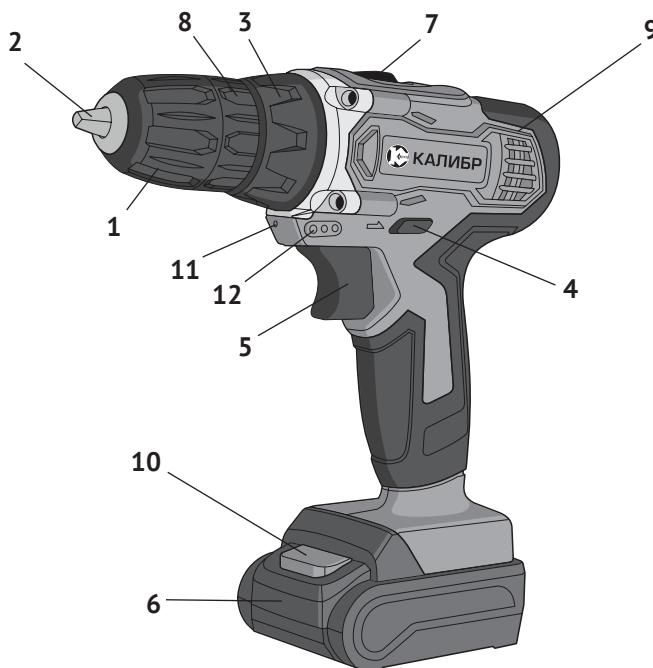

рис. 1
1.6 Общий вид дрели представлен на рис.1
1.7 Механизм дрели расположен в обрезиненном пластиковом корпусе (рис.1 поз.9), состоящем из двух частей: правой и левой. Он состоит из электродвигателя постоянного тока и редуктора с планетарным 2-х скоростным механизмом. В нижней части корпуса, выполненного в форме рукоятки, находится выключатель и разъём для присоединения аккумуляторной батареи.
1.8 Клавиша выключателя (рис.1 поз.5) расположена в передней части рукоятки. При нажатии на клавишу включается двигатель дрели. Усиление, приложенное к клавише, изменяет скорость вращения двигателя. При запуске двигателя автоматически включаются: светодиод (рис.1 поз.11), обеспечивающий локаль-
ную подсветку рабочей области и индикаторы (рис.1 поз.12), отображающие степень заряженности подключённой АБ.
Над клавишей выключателя находится переключатель реверса (рис.1 поз.4), пластинчатой конструкции. В нейтральном положении он выполняет функцию блокиратора клавиши от случайного включения. Стрелками на корпусе дрели, указывается направление вращения патрона.
1.10 В передней части корпуса расположено кольцо регулировки (рис.1 поз.3). Это кольцо фиксирует одну из 19-й, позиций предельного момента затяжки, при работе дрелью, как шуруповёртом, или переключает редуктор в режим сверления – символ «сверло».
**Внимание!** Перед установкой/извлечением аккумуляторной батареи отключить инструмент, установив переключатель направления вращения (рис.1 поз.4) в среднее положение (блокировка клавиши выключателя).
- для извлечения батареи из дрели нажать кнопку фиксации (рис.1 поз.10) аккумуляторной батареи и извлечь её из рукоятки, вытягивая вперёд, к патрону.
- установить переключатель направления вращения (рис.1 поз.4) в положение блокировки клавиши выключателя;
- удерживая кольцо патрона (рис.1 поз.8) одной рукой, другой вращать
переднюю часть патрона (рис.1 поз.1) против часовой стрелки до разведения кулачков патрона (рис.1 поз.2) на расстояние, необходимое для установки рабочего инструмента;
- удерживая кольцо патрона (рис.1 поз.8) одной рукой, другой вращать переднюю часть патрона (рис.1 поз.1) по часовой стрелке до фиксации рабочего инструмента кулачками патрона;
- сдвинуть переключатель направления вращения (рис.1 поз.4) в сторону, нужную для вращения патрона;
- для включения дрели необходимо нажать и удерживать клавишу выключателя (рис.1 поз.5);
- в среднем положении переключатель направления вращения (рис.1 поз.4) блокирует клавишу выключателя, исключая случайное включение дрели;
#### 2.2.5 Функции регулировочного кольца (рис.1 поз.3):
На регулировочное кольцо (рис.1 поз.3) нанесены символы: от «1» до «18» - 18 фиксированных положений предельного момента затяжки, символ «-» и символ «дрель». Выставление нужного режима работы осуществляется совмещением соответствующего символа со стрелкой на корпусе дрели.
- выставив ползунком переключателя (рис.1 поз.7) диапазон «1» получаем при низком числе оборотов (400 об/мин) высокий показатель крутящего момента. Этот режим применяется при закручивании шурупов, винтов, саморезов и болтов больших размеров;
- повернуть кольцо регулировки (рис.1 поз.3) в положение «сверло»;